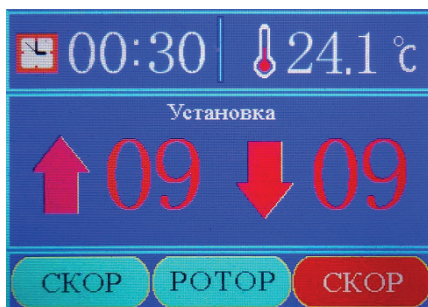

Рисунок 7
7.10. Снова нажмите кнопку «УСТ» или кнопку «↑СКОР↓» на дисплее, чтобы перейти в режим установки интенсивности разгона и торможения (Рисунок 7).